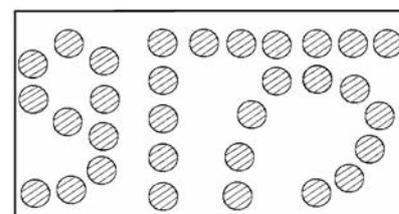
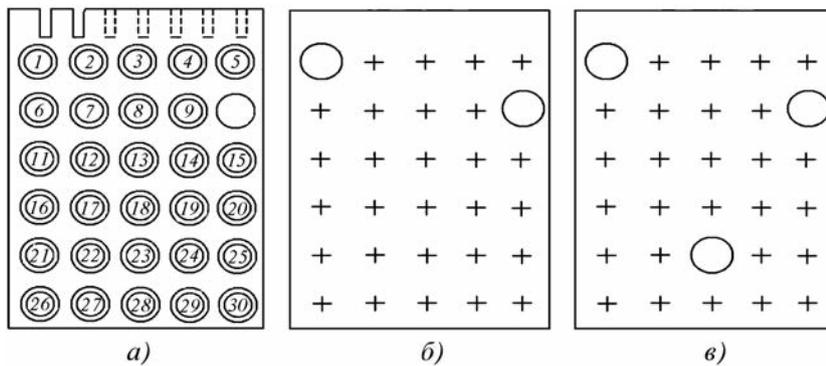

Рис. 12. Кодовая пластина на 15 возможных отверстий для 105 или 210 точечных кодов
Рис. 13. Кодовая пластина:
стия, можно создавать огромное количество кодов (см. рис. 12, 13). Многочисленность точечных кодов достигается за счет комбинации нескольких отверстий относительно детерминированных точек их возможного расположения.
На рис. 12 представлена небольшая пластина, содержащая в 15 детерминированных точек, в
На рис. 13 показана кодовая пластина в 2 раза большего раз-
мера, чем на рис. 12, в которой детерминированных точек для отверстий в 2 раза больше (30), чем в пластине на рис. 12. При этом отверстия могут быть разных и равных диаметров. Если в такой пластине открывать только по одному отверстию одного диаметра, то так можно обозначить только  $N_1^1 = 30$  МШ, а если их открывать по два отверстия (рис. 13, б) одного диаметра, то число кодов будет  $N = A_{30}^2 = 435$ . Если открывать два отверстия разного диаметра, то  $N_{30}^2 = A_{30}^2 = 870$ . Если аналогично открывать по три отверстия (рис. 13, в) разных диаметров, то число кодов будет  $N_{30}^3 = 24\,360$ . Это уже слишком много. Так можно обозначить все трубы в магистрали протяженностью  $24\,360 \times 12 = 292\,320 \text{ м} \approx 300 \text{ км}$ . Для облегчения понимания использования точечных кодов избыточность возможностей желательно уменьшить, например все отверстия делать одного диаметра. Тогда  $N_1 = 30$ ;  $N_2 = 435$ ;  $N_3 = 8120$  (~97 км).
Добавить информативности можно простыми вспомогательными возможностями, например введением прорезей, показанных на верхней кромке кодовой пластины (см. рис. 13, а), или изменением детерминированного места расположения кода, что также относится к легким для понимания отличительным признакам.
- 3) комбинации двух или трех отверстий (см. рис. 13, б, в);
- 4) посредством одного кодового отверстия, местоположение которого определяет номер (см. рис. 13, а).
Самый упрощенный (см. рис. 13, а) способ предполагает открытие по одному отверстию разного диаметра и использование ряда прорезей на периферии пластины. На рис. 13, а показаны два возможных диаметра и семь прорезей по верхней периферии кодовой пластины. Боковые прорези, количество которых соот-